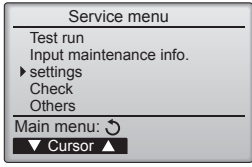

Fig. 6-2
6.2. Uzaktan kumanda (Fig. 6-2)
① (Fig. 6-2)